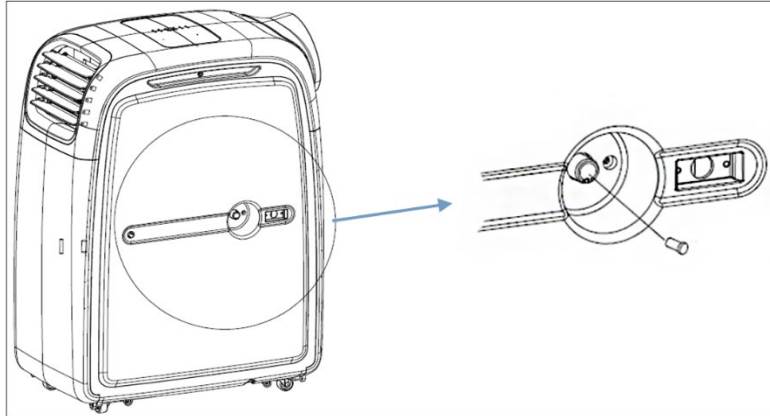

Fig. 3
- Se il serbatoio dell'acqua è pieno, sul display compaiono i codici “E4” nella modalità operativa deumidificazione e raffreddamento e “E4” nella modalità operativa riscaldamento. Il compressore si ferma. Rimuovere la valvola dall'apertura di drenaggio e lasciare che l'acqua fuoriesca dal tubo di drenaggio (vedere Fig. 3). Poi applicare di nuovo la valvola. Il codice corrispondente scompare dal display LED e il dispositivo continua la messa in funzione.